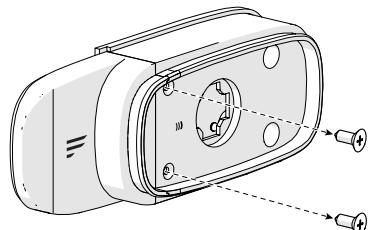

Fig. 22
3. Retirez les deux vis qui retiennent la partie décorative à l'aide d'un tournevis cruciforme et mettez-les de côté. (Fig. 22)